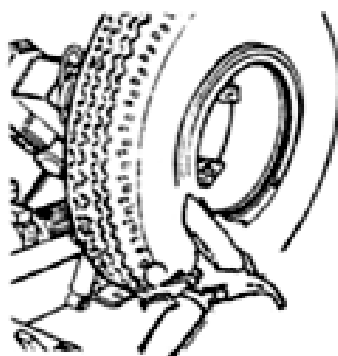

Fig 24
- (1) Зафиксируйте обод, поверните его так, чтобы отверстие для ниппеля располагалось в крайней нижней точке. Смажьте оба борта шины и обод специальным смазочным материалом.
(2) Установите шину на платформу. При работе с камерными шинами расположите обод так, чтобы отверстие для ниппеля оказалось в крайней нижней точке.
(3) Переведите платформу так, чтобы установить оба борта шины на обод.
(4) Переведите инструментальную консоль к внешней стороне колеса и опустите ее в рабочее положение. Диск для отрыва борта должен быть направлен на колесо. Вращая колесо, переведите диск вперед, чтобы вставить его под борт шины.
(5) Установите разъемное кольцо на обод и зафиксируйте стопорной гайкой (рис. 24).